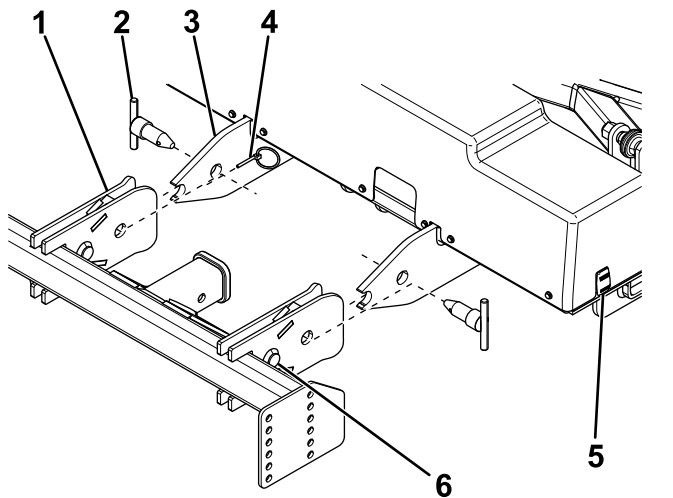

Bild 22
4. Den Schneepflug mit dem Kupplungsschalter auf die gewünschte Höhe anheben oder absenken, dann langsam rückwärtsfahren, bis die Anbauarme den Fahrwerksbolzen berühren (Bild 22).
im Fahrwerk und sichern Sie sie mit einem Klapstecker (Bild 22).